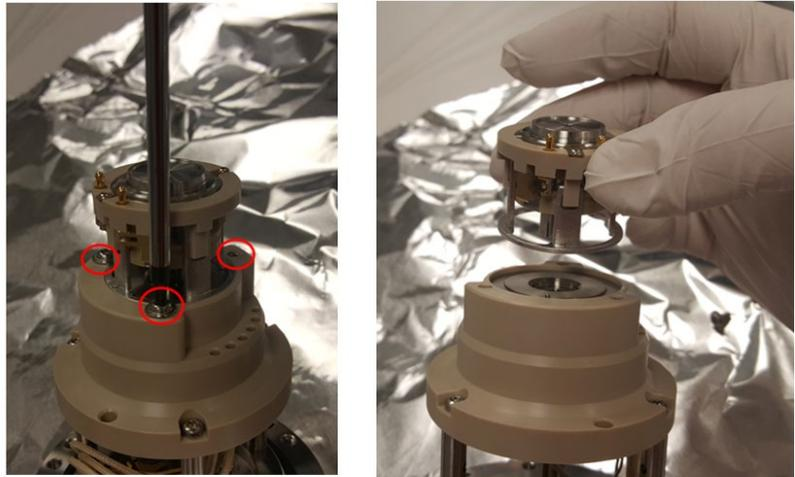

图 112：移除 Q00/L0 组件
- 9) 移除将 Q00/L0 组件固定到 PEEK 的三颗螺丝。然后移除 Q00/L0 组件。见图 112。